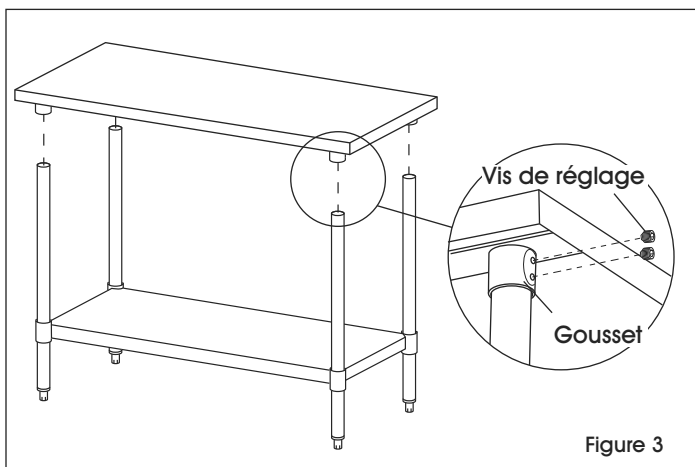

Figure 3
3. Stand table upright and place tabletop onto legs, inserting legs into tabletop gussets. With a 5/32" Allen wrench, tighten set screw on each gusset. (See Figure 3)
- Mettez la table debout et placez le plateau sur les montants, en insérant ces derniers dans les goussets du plateau. À l'aide de la clé Allen de 5/32 po, serrez les vis se trouvant sur chacun des goussets. (Voir Figure 3)